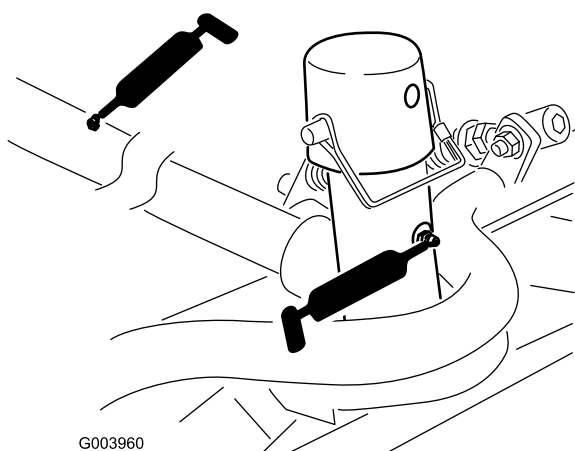

図 47
- キャリアフレームとピボット各カッティングユニットで2ヶ所 図 47